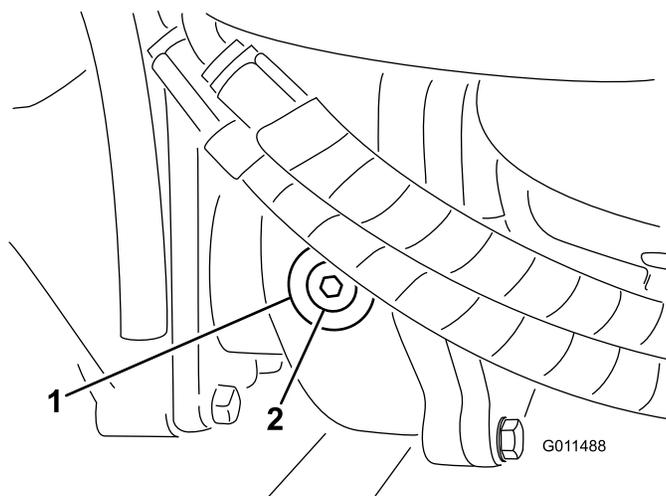

Figura 16
- Retire o tampão de verificação/enchimento que se encontra na zona esquerda da caixa de engrenagens (Figura 16) e certifique-se de que existe lubrificante até ao fundo do orifício. Se o nível estiver baixo, junte lubrificante suficiente para o nível subir até ao fundo do orifício.